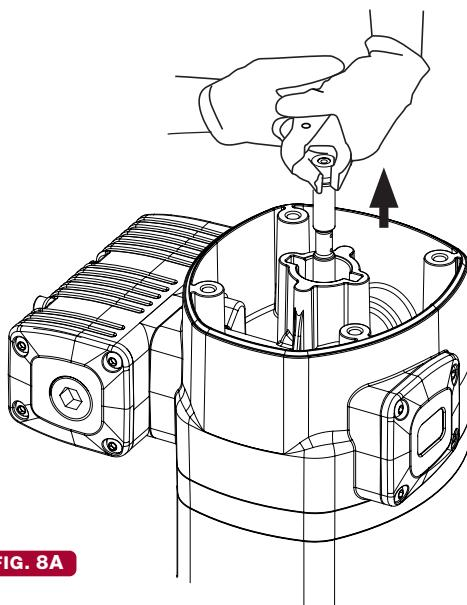
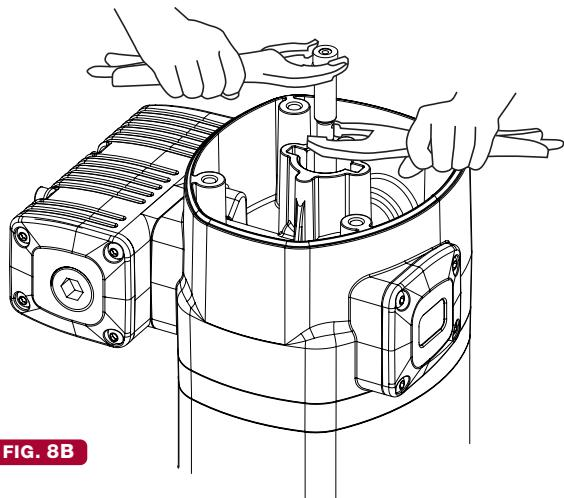

FIG. 8A
FIG. 8B
1. Unscrew the bolts (2) and remove the cap (3).
2. Unscrew the sensor sleeve (4).
3. With a manual clamp on the nut (5), pull the rod (40) outwards until its central recess appears (fig. 8A). Then, with another manual clamp, grab the rod (40) on said recess to prevent sealing surface to be damaged, and unscrew the nut (5) (fig. 8B).
4. Remove o-ring (6) and ring (7), and replace them with new ones later.
5. Unscrew the bolts (55). Pull the motor body (13) outwards to free it along with bridle (36).
6. Take away the gasket (9) and replace its seals (8) and (10).
7. Unscrew the bolts (37) and split the motor (13) from the bridle (36). Take away the washer (32) and replace the seal (8).
8. Take away the cylinder (50) while carefully holding the air piston (45). Replace the piston seal (44).
9. Reassemble in reverse order, applying thread locker in screws (37), nut (5) and sensor sleeve (4).
1. Skruva bort skruvarna (2) och ta bort locket (3).
2. Skruva bort sensorhylsan (4).
3. Använd en polygrip för att hålla fast muttern (5), dra axeln (40) uppåt tills en avsmalning i axeln blir synlig (fig 8A). Använd ytterligare en polygrip och fatta runt avsmalningen i axeln för att undvika skador på tätningsytorna på axelns större diameter, och skruva sedan bort muttern (5) (fig 8B).
4. Ta bort o-ringen (6) och ringen (7) och byt ut mot nya senare.
5. Skruva bort skruvarna (55). Dra bort luftmotorns hus (13) tillsammans med adapterplattan (36).
6. Ta bort hylsan (9) och byt tätningarna (8) och (10).
7. Skruva bort skruvarna (37) och dela luftmotorn (13) från adapterplattan (36). Ta bort brickan (32) och byt ut tätningen (8).
8. Ta försiktigt bort luftcylindern (50) samtidigt som man håller i luftkolven (45). Byt ut luftkolvens o-ring (44).
9. Montera i omvärd ordning, applicera läsvätska på skruvarna (37), muttern (5) och sensorhylsan (4).